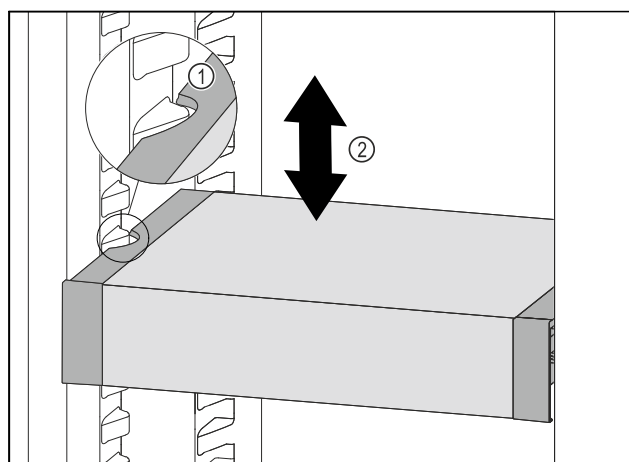

Fig. 126
- Trekk VarioSafe forover, til utsparingene på sidene av VarioSafe er på nivå med rillene i kjøleskapet. Fig. 126 (1)
- Flytt VarioSafe oppover eller nedover i kjøleskapet, til ønsket høyde er nådd. Fig. 126 (2)